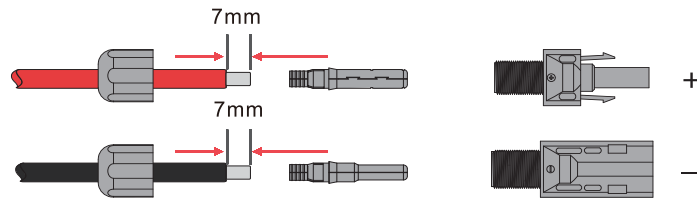

Figure 4.1-3 Câbles PV et connecteurs PV
Étape 1 : Dénudez l'isolant du câble PV sur 7 mm, démontez l'écrou du connecteur et faites passer un câble PV à travers l'écrou du connecteur. Répétez cette opération pour tous les câbles PV, en portant une attention particulière à la polarité du connecteur, comme indiqué à la Figure 4.1-3.